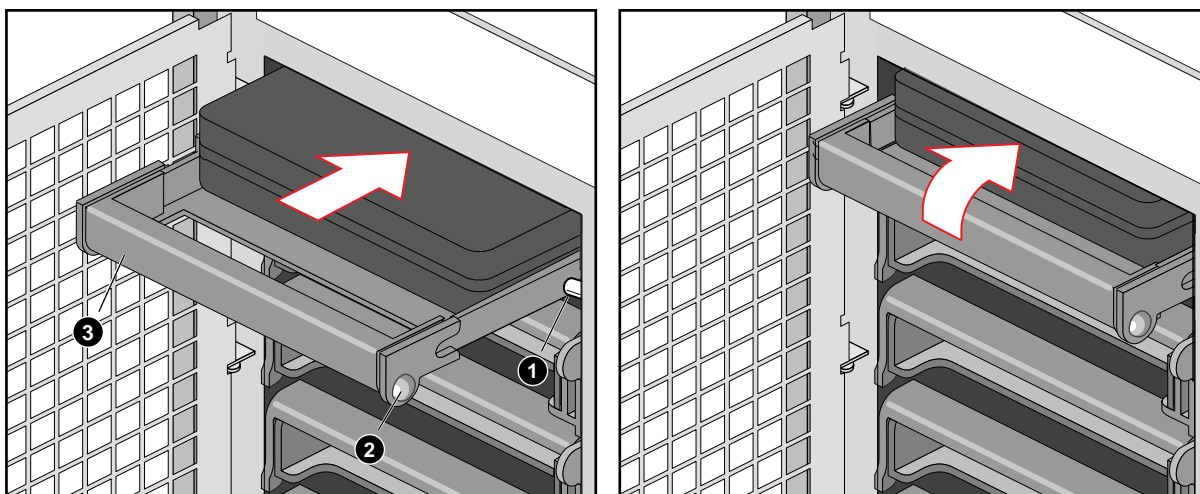

図 5-3 新しいドライブを取り付ける
9. 新しいドライブをベイに慎重に押し込みます。ラッチをはめ込むには、キャリアハンドルを本体前面の垂直面に対して約 45° の角度に傾けます。ドライブをベイに押し込んで、キャリアハンドルの 2 つの丸ノッチをドライブベイ内の 2 つの丸ベグに合わせます (図 5-3)。ノッチがベグにはまったら、ハンドルを真上に押し上げてノッチをベグにロックし、キャリアの右側にある丸型タブを左方向に押しながらキャリアを奥まで押し込み、タブが正規の位置で止まるようにします。